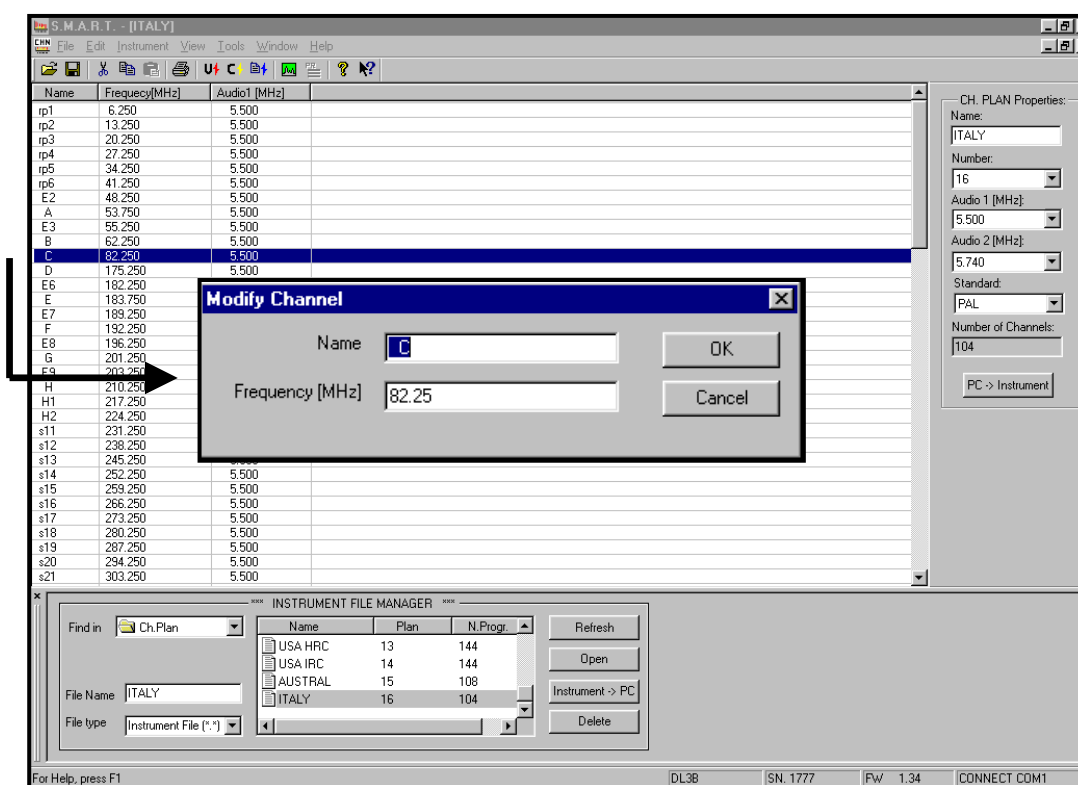

Figure 8.1
- d) Apparaît à l'écran la fenêtre "**Instrument File manager**", ouvrir le répertoire "**Ch. Plan**" en cliquant 2 fois dessus (Fig. 8.1)
- f) Cliquer 2 fois sur le Plan à visualiser (Fig. 8.1).
- Dans la fenêtre qui apparaît modifier les paramètres correspondant au programme sélectionné. (Fig. 8.1)